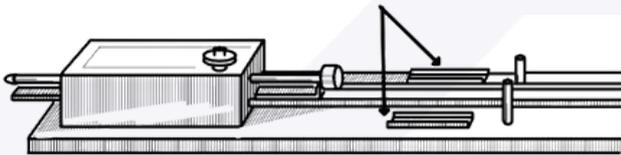

Fig.5
1. Coloca el BeeSpi v (dispositivo de medición de velocidad) en su soporte BeeSpi v (ver Fig. 5 y 6), después de haber configurado la unidad de lanzamiento (consulta la sección de operación de la unidad de lanzamiento).